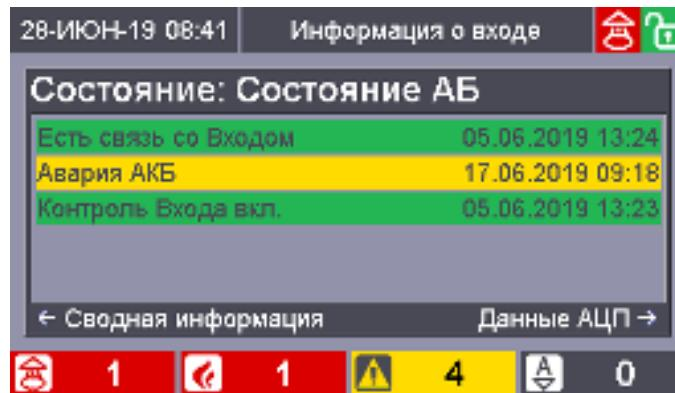

Рисунок 14. Экран режима отображения мультисостояния элемента
- мультисостояние со временем наступления каждого состояния (см. рисунок 14);